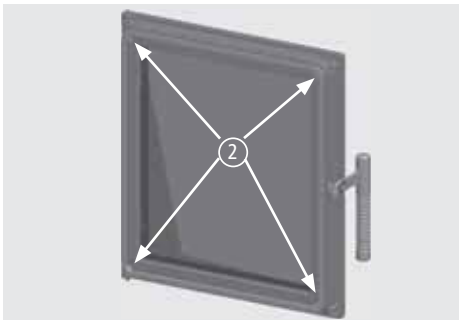
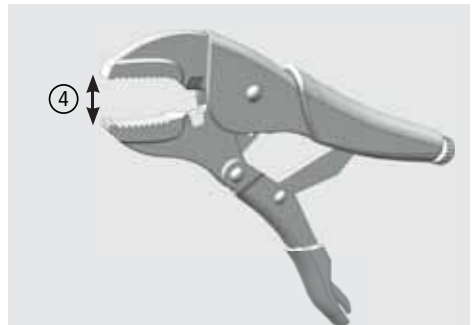

Abb. 3.9 Position der Schrauben des inneren Türrahmens
Abb. 3.10 Voreinstellung der Gripzange
- ① Öffnen Sie die Feuertür und hängen sie aus, indem Sie die Feuertür auf der Scharnierseite leicht nach oben heben - Schrauben Sie bei Bedarf den Türgriff ab oder legen Sie die Tür auf eine entsprechende Unterlage, so dass der Türgriff nicht stört.
- ② Lösen Sie die 4 Schrauben des inneren Dichtrahmens - Innensechskant, 3mm, jeweils in den Ecken der Türinnenseite. Entnehmen Sie den inneren Türrahmen und die umlaufende Dichtung des Dichtrahmens (siehe Abb. 3.9).
- ③ Nun können Sie beide Sichtscheiben, auch den Scheibenzwischenraum der Feuertür reinigen.
- ④ Für den anschließenden Zusammenbau nutzen Sie am besten eine Gripzange. Diese sollte so eingestellt werden, dass diese im gespannten Zustand ca. 27 mm Abstand hat (siehe Abb. 3.10).